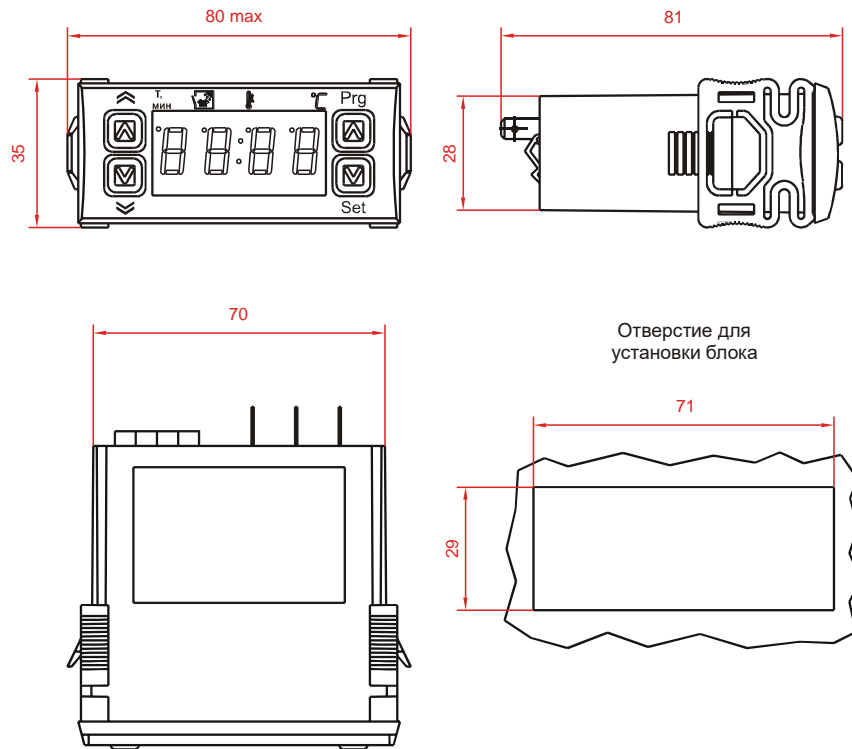
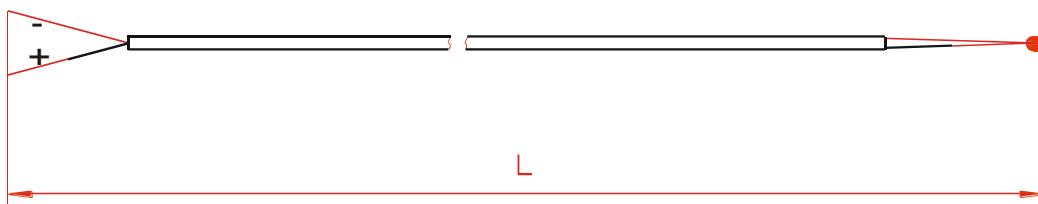

Рисунок 2 Габаритные размеры блока
Рисунок 3. Внешний вид и габаритные размеры датчика температуры на термопаре ТХЛ (L) по СТБ ГОСТ Р 8.585.
3.3 Внешний вид, габаритные и установочные размеры блока приведены на рис. 2, а датчиков на рис. 3.